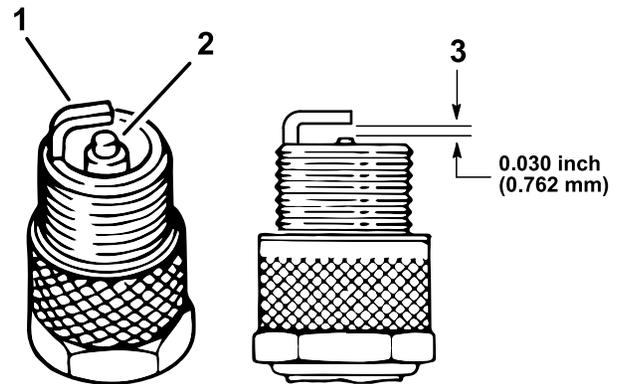

Рисунок 37
по центру изолятор электрода, чтобы избежать повреждений (Рисунок 37).
5. Установите зазор между центральным и боковым электродами на 0,76 мм, как показано на Рисунок 37.